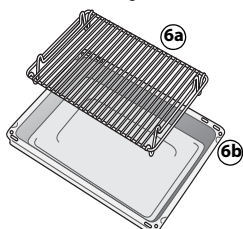
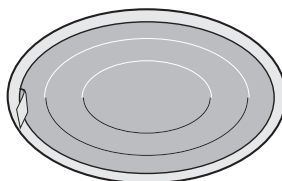

Fig. 6
Fig. 7
2. Svitare il coprilampada (Fig. 6), sostituire la lampada (vedere la nota per il tipo di lampada) e riavvitare il coprilampada (Fig. 7).
### **Kit "Grill Pan Set" (Fig. 6)**
### **Filtro grassi (Fig. 7)**